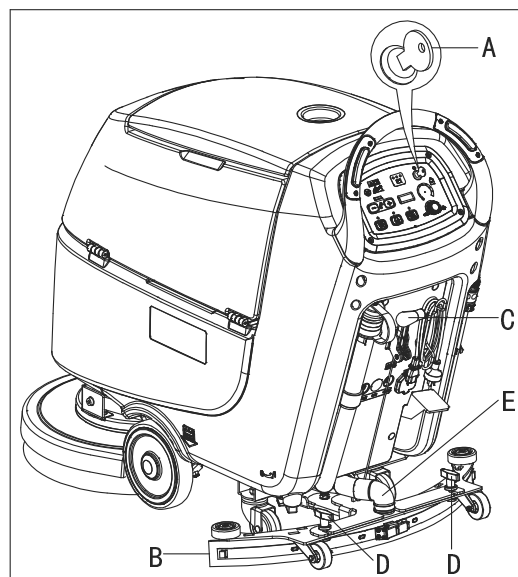

Рисунок 19
2. Поверните ключ зажигания (А, Рис. 19) на "0".
4. Ослабьте кнопки (D) и извлеките швабру (В).